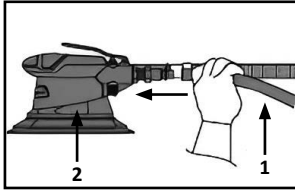

Fig. 6
- Deconectați furtunul de aer (1) de la sculă (2). (Fig. 6)